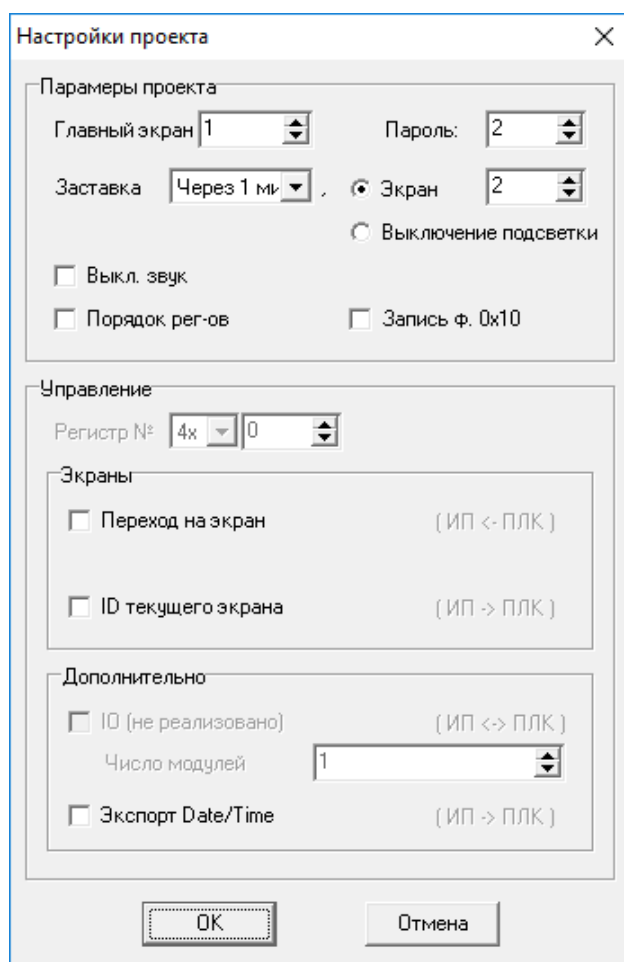

Рисунок 7.19 – Окно «Настройки проекта»
34. Выбрать команду «Сервис | Настройки проекта» главного меню или нажать кнопку «Настройки проекта» () главного меню. Откроется окно «Настройки проекта» (см. рисунок 7.19).
35. В открывшемся окне – задать значения настроек так, как это изображено на рисунке (см. рисунок 7.19). Таким образом, будет сформирован проект, в котором: